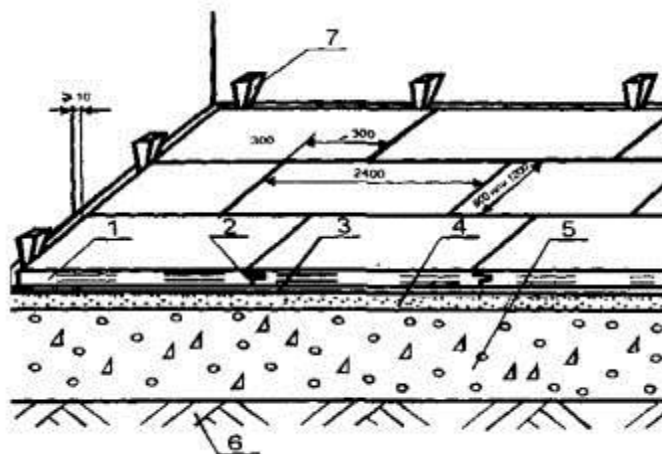

Рисунок 3 - Схема укладки древесностружечных плит в плавающей сборной стяжке
5.55. Древесно-стружечные плиты склеиваются дисперсией ПВА (ТУ 2241-027-00203521) или мастикой строительными полимерными клеящими латексными (ГОСТ 30307). Необходимое для склеивания сжатие обеспечивается путем вбивания клиньев в зазоры у стен (рисунок 3). После высыхания клея клинья снимаются.